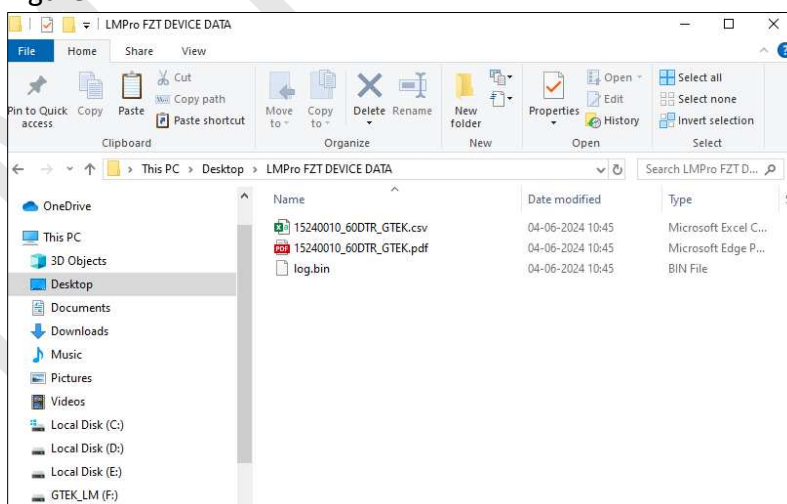

Figure 22 Enregistrer le rapport PDF/CSV dans l'emplacement de fichier sélectionné
- Copiez ces fichiers de la clé USB vers l'emplacement de fichier approprié sur le PC, comme indiqué sur la figure 22.